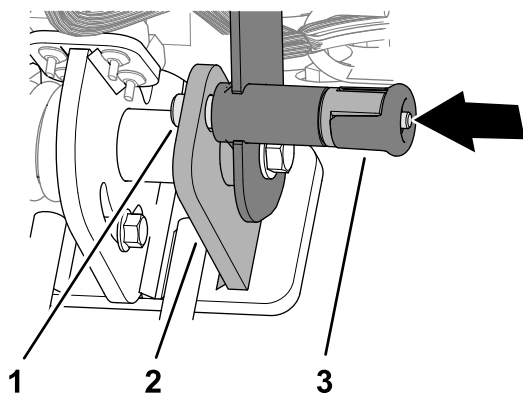

Figura 6
4. Rode a barra de ligação para cima e prenda-a com um pino do trinco da barra de ligação (Figura 6).